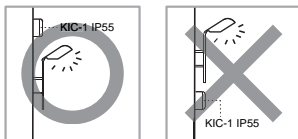

FIG.1
- Evite las fuentes de iluminación artificial para apuntar a KIC-1 IP55 directamente, como los equipos de luces conectados (Ver FIG.1).